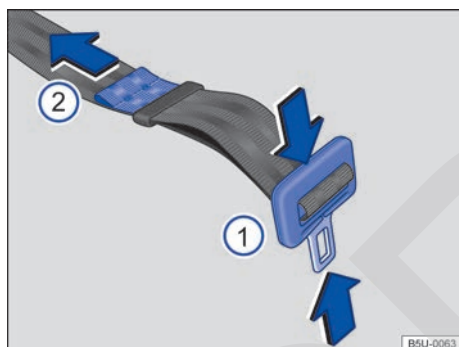

Fig. 50 Ajuste la banda del cinturón de seguridad subabdominal.
- Presione la lengüeta en el sentido de las flechas \rightarrow fig. 50 ① y extienda totalmente el cinturón de seguridad.
- Apriete la lengüeta contra el cierre del cinturón de seguridad y tire del extremo \rightarrow fig. 50 ② en el sentido de la flecha, hasta alcanzar una holgura máxima de 5 cm (3 dedos) en la zona pélvica.